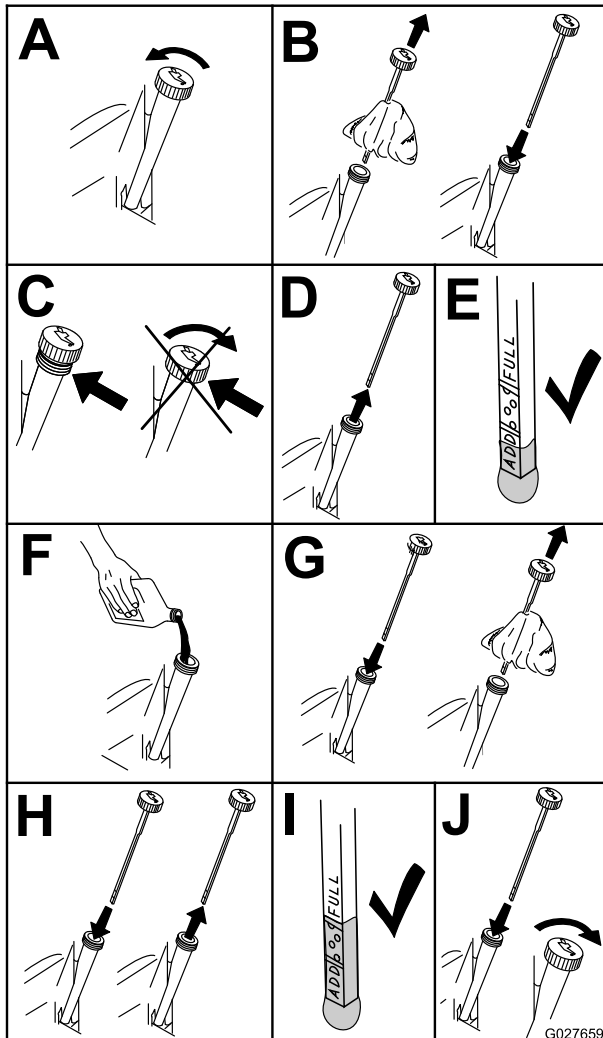

Figure 39
2. Avant de quitter la position d'utilisation, coupez le moteur, enlevez la clé de contact et attendez l'arrêt complet de toutes les pièces mobiles (Figure 39).